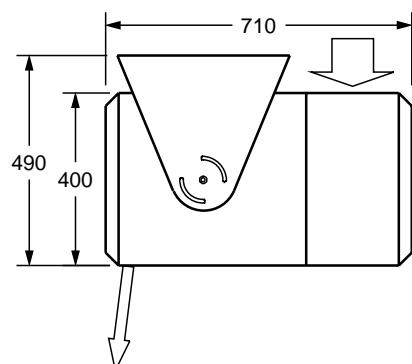

Fig 2.
Воздух поступает в канал всасывания сверху или снизу (в зависимости от положения фронтальной панели, см. рис. 2) и выдувается с большой скоростью, достаточной для того, чтобы через открытые ворота не проходил холодный (теплый) воздух.
- При установке воздушной завесы частично или полностью в подвесной потолок следует перевернуть переднюю фронтальную панель с решеткой всасывания на 180° (см. рис. 2).